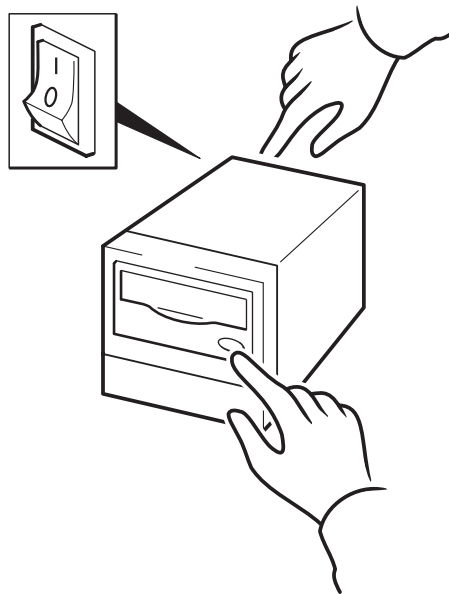

図 10b: HP OBDR の使用方法 :
- 2 イジェクト・ボタンを押し続けます。イジェクト・ボタンを押しながら、テープ・ドライブの電源を入れます (図 10b を参照)。これにより、HP One-Button Disaster Recovery 処理が開始されます。「テープ」ライトと「クリーン」ライトの LED が交互に点滅し始めたら、イジェクト・ボタンから指を離します。